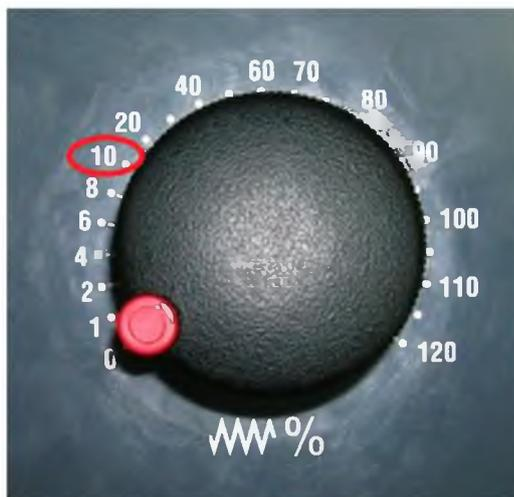
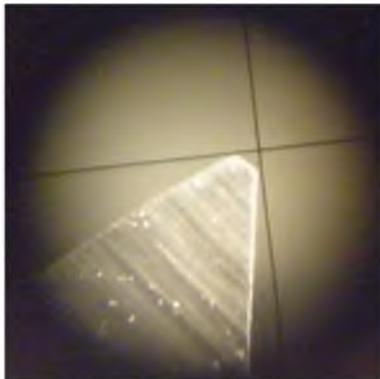

Рис. 5. Вид ручки изменения скорости подачи
Рис. 10. Выставление вершины расточного резца в перекрестье микроскопа
- 5) Ручку регулирования скорости подачи переводят примерно на цифру 10 (рис. 5) и подводят револьверную головку так, чтобы вершина эталонного инструмента вошла в отверстие револьверной головки.
3) Переводим селектор режимов на позицию ручного управления , а ручку регулирования движения подачи (рис. 5) устанавливаем примерно на цифру 80 и, нажимая кнопку , подводим вершину расточного резца под тубус микроскопа. Затем устанавливаем ручку регулирования движения подачи на цифру 1 и выставляем вершину инструмента в перекрестие микроскопа, как показано на рис. 10.
4) Далее, совмещаем вершины расточного резца с пересечением осей микроскопа X и Z, для чего ручку регулирования движения подачи (рис. 5) устанавливаем примерно на цифру 40 и, нажимая кнопку , либо  подводим вершину резца под тубус микроскопа. Затем устанавливаем ручку регулирования движения подачи на цифру 1 и выставляем вершину инструмента в перекрестие микроскопа (рис. 10).